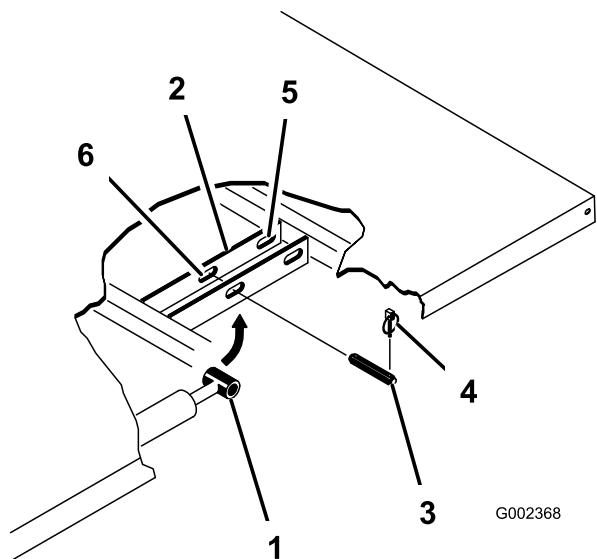

図 3
4. シリンダの外側端部からリンチピンを外す 図 3。
5. シリンダロッドの端部を荷台取り付けプレートに固定しているクレビスピンを、車両の中心線側に押して外す(図 3)。